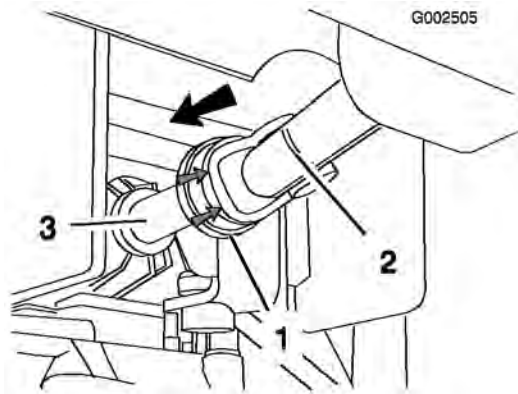

Figura 20
- Tirate indietro la cappottatura di gomma dalla parte anteriore dell'albero della presa di forza (Figura 20).
- Montate l'albero motore sull'albero d'uscita della PDF (Figura 20).